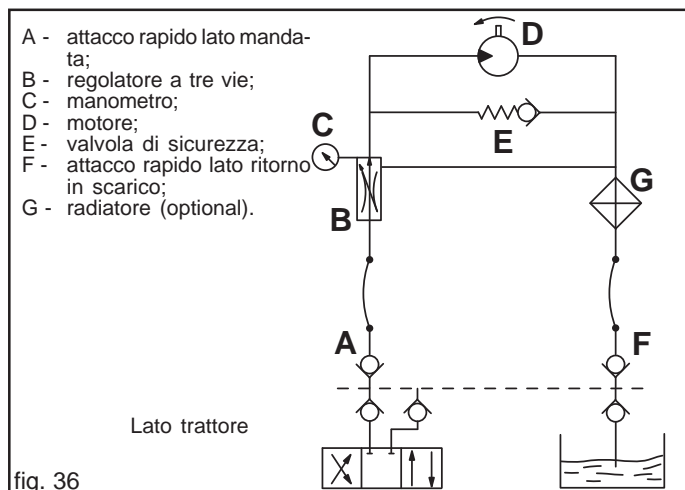

fig. 36
- **Alimentazione dell'olio:** attenersi ai dati dello schema Fig. 36.